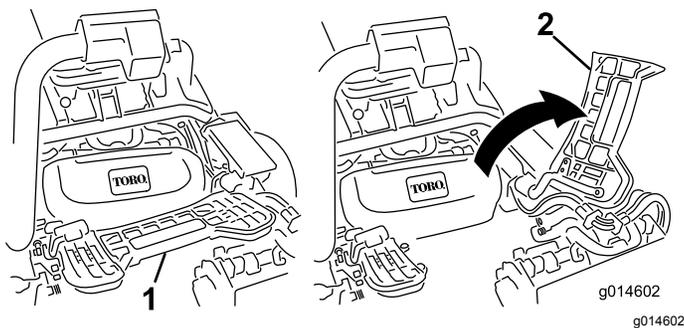

Bild 47
2. Heben Sie die Fußplattform an und schwenken sie in die geöffnete Stellung, um die Stellung der mittleren Schneideinheit zugänglich zu machen (Bild 47).